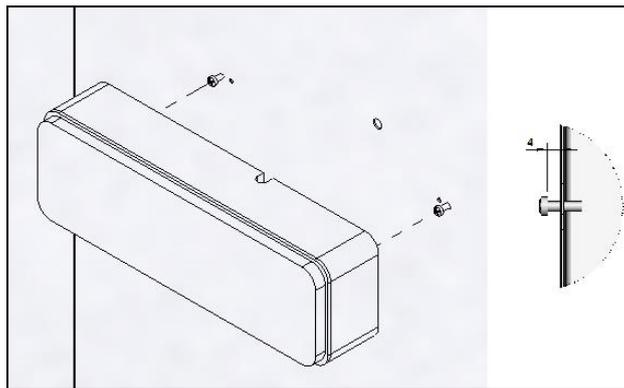

Figura 12: Encaixe da luminária na cabina
- Para um melhor encaixe da luminária, garantir a distância de 4mm entre a chapa e a cabeça dos parafusos, conforme figura 12.
- Conectar o cabo da alimentação ao chicote código 53000 (*CHICOTE COMPLEMENTAR - ILUMINAÇÃO DE EMERGENCIA - AC11*), através do borne presente no mesmo, conforme figura 12.